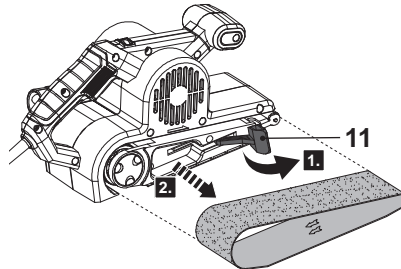

Fig. 6
1. Puxe a alavanca de fixação (11) para fora e retire o rolo de lixa (8) (Fig. 6).